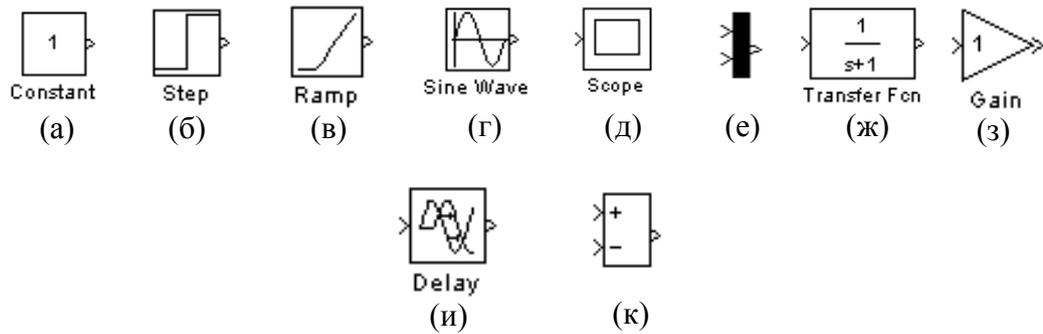

Рис.10. Основные блоки Simulink, используемые в лабораторных работах.
Рассмотрим блоки, входящие в состав библиотеки *Lab1Libr* (рис.10). Каждый блок имеет определенное число входов и выходов для связи с другими блоками модели. Некоторые блоки имеют только входы или только выходы. Свойства блоков определяются параметрами, задаваемыми пользователем. Эти параметры вводятся в окне параметров, для раскрытия которого выполняется двойной щелчок левой кнопкой мыши по изображению блока.
Первые четыре блока (рис.10,а–г) представляют собой настраиваемые источники сигнала. Они имеют один выход и не имеют входов.
5.2.1. Источник постоянного сигнала (константа), рис.10, а.
5.2.2. Источник ступенчатого сигнала (*Step*), рис.10, б.
5.2.4. Источник синусоидального сигнала, рис.10, г.
5.2.5. Графический индикатор сигналов, рис.10, д.
5.2.6. Мультиплексор, рис.10,е.
Остальные блоки (рис.10, ж–к) представляют собой преобразователи сигналов.
5.2.7. Линейное динамическое звено, рис.10, ж.
5.2.8. Пропорциональное звено, рис.10, з.
5.2.9. Звено запаздывания, рис.10, и.
5.2.10. Сумматор, рис.10, к.